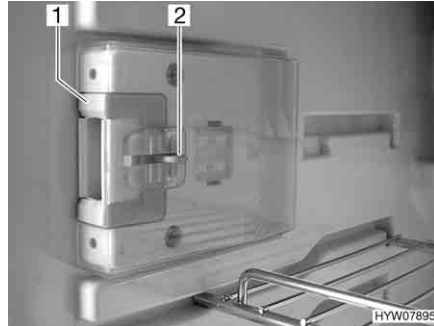
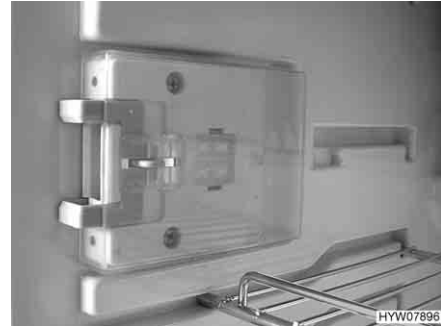

Bild 227 Verschlusseinrichtung in Normalstellung
Bild 228 Verschlusseinrichtung in Lüftungsstellung
- Die Entriegelung (Bild 227,2) eindrücken.
- Die Verschlusseinrichtung (Bild 227,1) nach vorn schieben (Bild 228).